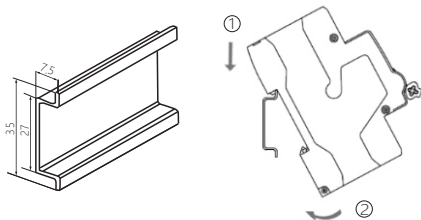

**图2 产品手动、自动状态，闭合、断开状态指示**
**5.1** 安装使用前先检查断路器标志与所使用的工作条件是否相符；通电前，先人为操作几次断路器，其机构动作应灵活、可靠、无阻滞现象。产品手动、自动状态，闭合、断开状态指示如下图2